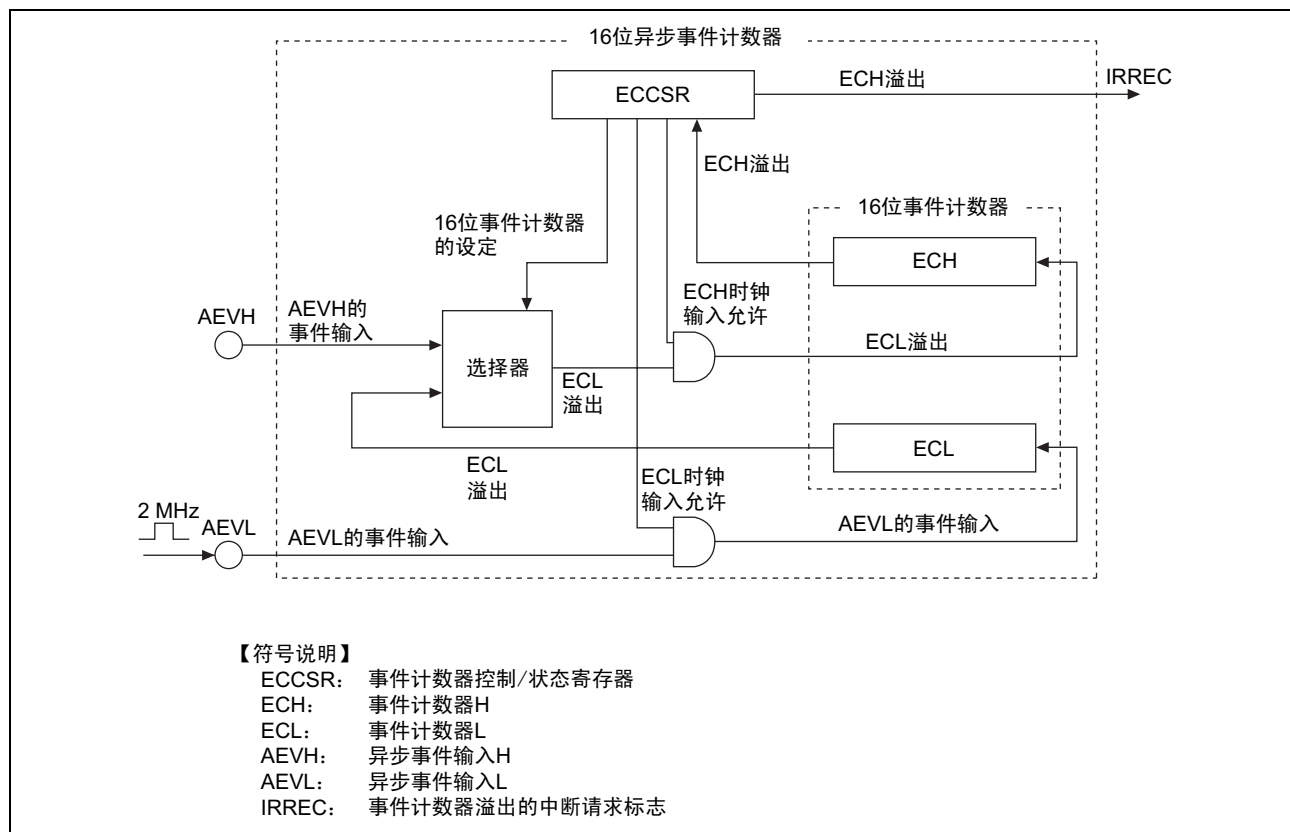

图 1 异步事件计数器的框图
- (1) 本例子使用异步事件计数器（AEC:Asynchronous Event Counter），进行子激活、激活模式间的转移以及进行端口的反转。异步计数器的特征如下所示：
- (2) 本例子使用的 16 位异步事件计数器的框图如图 1 所示。